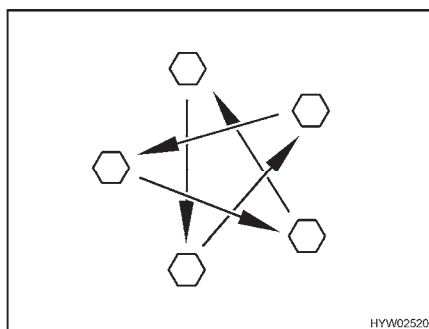

Fig. 176 Serrer en croix les écrous ou les boulons de roue
- Vérifier régulièrement le serrage des écrous ou des boulons de roues. Resserrer alternativement et en croix (Fig. 176) les écrous ou les boulons de roue 50 km après le changement d'une roue.